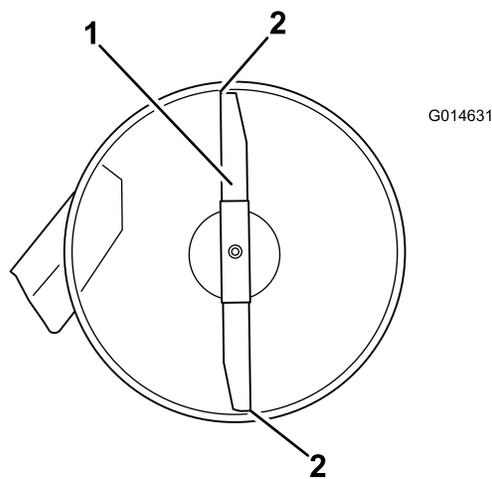
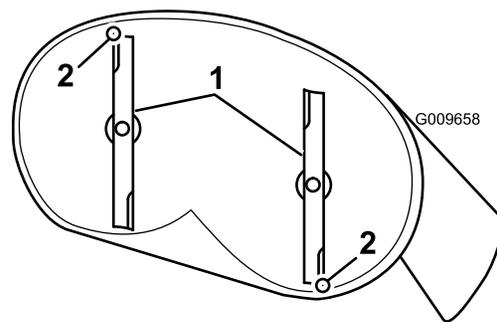

Figura 54
Figura 55
4. Gire cuidadosamente las cuchillas colocándolas en el sentido de avance de la máquina (Figura 54 y Figura 55).
5. Mida entre la punta de la cuchilla delantera y la superficie plana y entre la punta de la cuchilla trasera y la superficie plana (Figura 55). Si la punta de la cuchilla delantera no está entre 1,6 y 7,9 mm (1/16 y 5/16 pulg.) más baja que la punta de la cuchilla trasera, ajuste la contratuerca delantera.
8. Compruebe la inclinación longitudinal de nuevo después del ajuste. Siga ajustando la tuerca hasta que la punta de la cuchilla más avanzada esté entre 1,6 y 7,9 mm (1/16 y 5/16 pulgada) más baja que la punta de la cuchilla más atrasada (Figura 55).